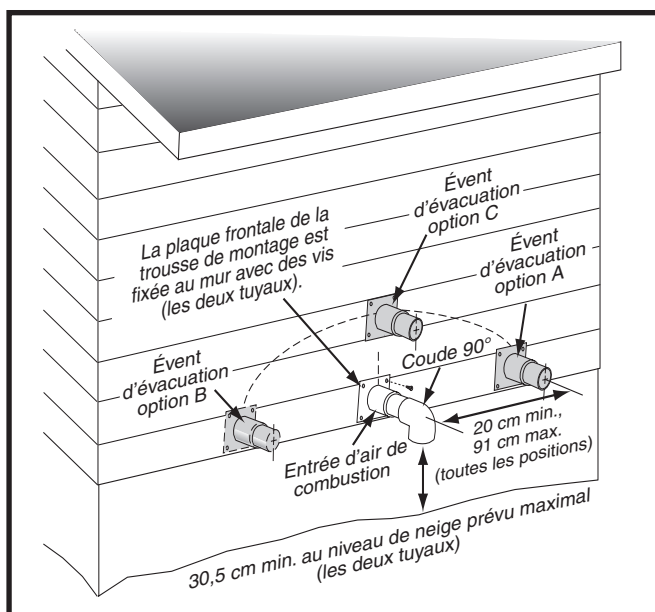
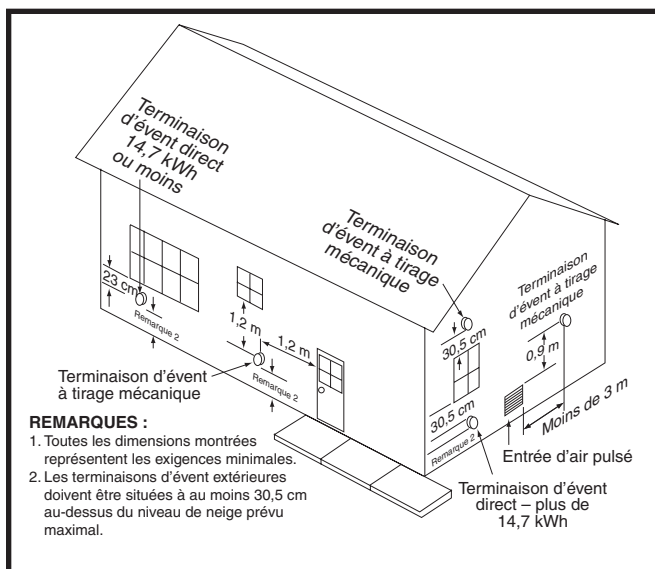
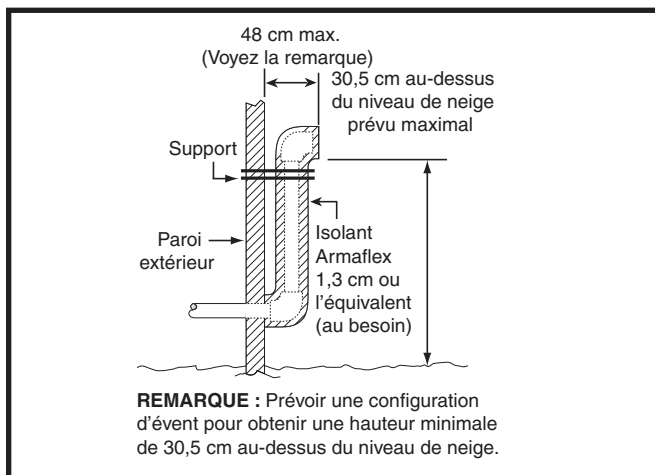
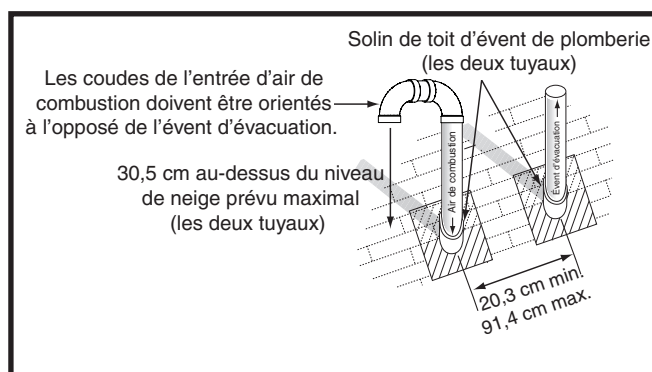

Figure 1. Dégagements du conduit d'admission et du conduit d'évacuation
Figure 2. Emplacements de l'évent
Figure 3. Autre installation d'un conduit d'évent horizontal
Figure 4. Terminaison d'évent vertical
- Si on utilise un système à 2 tuyaux, l'admission d'air de combustion et l'évacuation doivent être situées dans la même zone de pression atmosphérique. Cela signifie que les deux conduits doivent sortir du bâtiment par la même section de mur extérieur ou de toit, comme indiqué aux Figure 1, Figure 2, et Figure 4 \(page 9\) et Figure 30 \(page 35\).
- Les terminaisons d'évent et d'admission d'air de combustion doivent être installées comme indiqué aux Figure 1, Figure 2, Figure 3, et Figure 4, et conformément à ces directives :
- Tous les dégagements minimaux (Figure 2) doivent être maintenus pour protéger les matériaux du bâtiment contre la dégradation causée par les gaz de combustion.
- Lorsque le conduit d'évent doit sortir par un mur extérieur à proximité du niveau du sol ou du niveau de neige prévu et qu'il n'est pas possible d'obtenir les dégagements indiqués à la Figure 1, il est possible d'utiliser un conduit montant, comme indiqué à la Figure 3. Il faut utiliser de l'isolant pour éviter le gel de cette section de conduit. Voyez le Tableau 3, (page 10) pour la protection contre le gel de l'évent.
Les exigences relatives à l'espacement des terminaisons entre le toit et entre chaque terminaison sont indiquées à la Figure 4. L'endroit où le conduit traverse le toit doit être doté d'un solin approprié et étanche; on peut utiliser un chaperon de toit ou un solin équivalent. La tuyauterie d'évent et la tuyauterie d'air de combustion peuvent être installées dans une cheminée existante non utilisée, à condition que :
- les dégagements de terminaison indiqués à la Figure 4 soient maintenus;